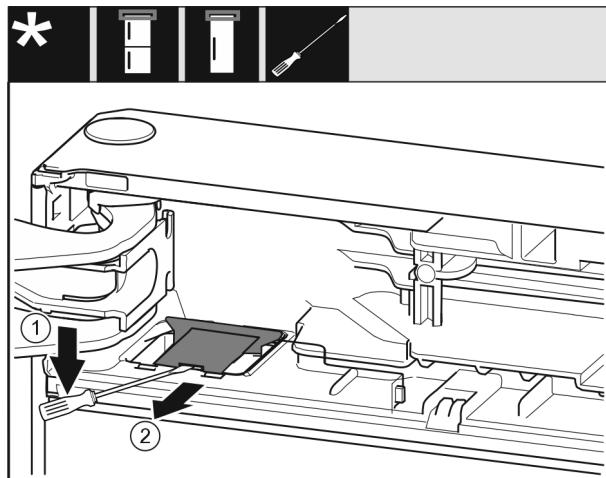

Fig. 12
► Mit einem Schlitzschraubendreher die Abdeckung Fig. 12 (1) ausrasten.
► Abdeckung Fig. 12 (2) herausnehmen.